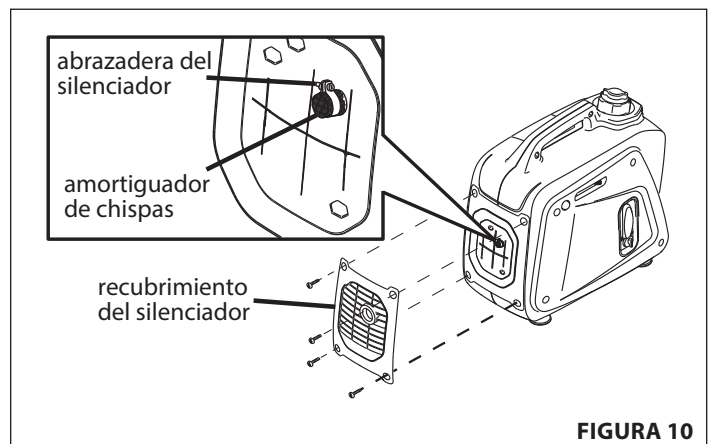

FIGURA 10
1. Retire el recubrimiento del silenciador. **CONSULTE LA FIGURA 10**